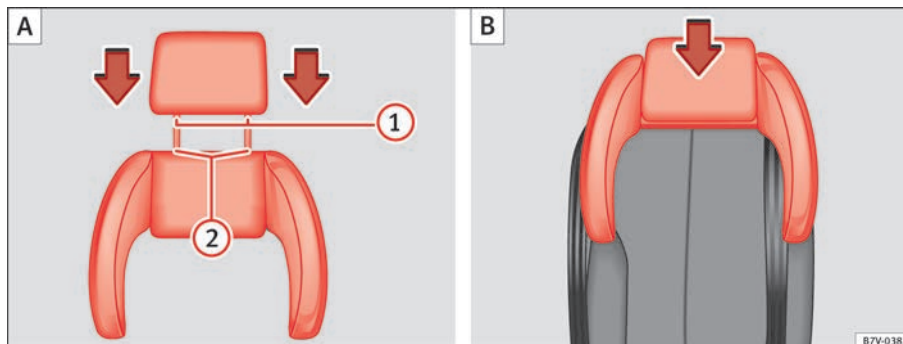

Fig. 30 Asiento integrado para niños: colocar el apoyacabezas sobre el apoyacabezas lateral (A) y montar (B).
- Inserte las varillas-guía ⇒ fig. 30 **(1)** del apoyacabezas en los orificios del apoyacabezas lateral **(2)**.